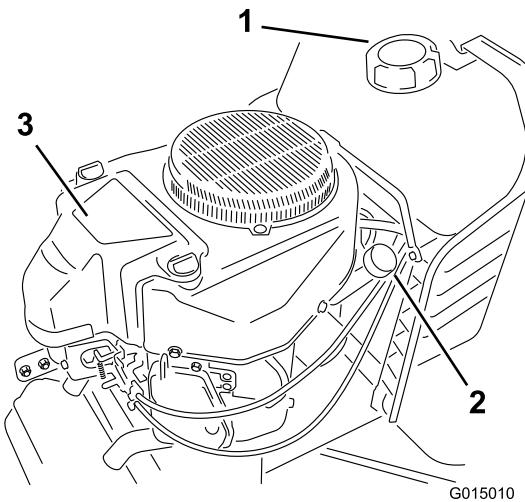

Bild 17
5. Reinigen Sie den Bereich um den Ölpeilstab (Bild 17), damit kein Schmutz in den Einfüllstutzen gelangen und den Motor beschädigen kann.
10. Gießen Sie ca. 80 % der angegebenen Ölmenge langsam in den Einfüllstutzen (Bild 17). Prüfen Sie den Ölstand; siehe Prüfen des Ölstands“.